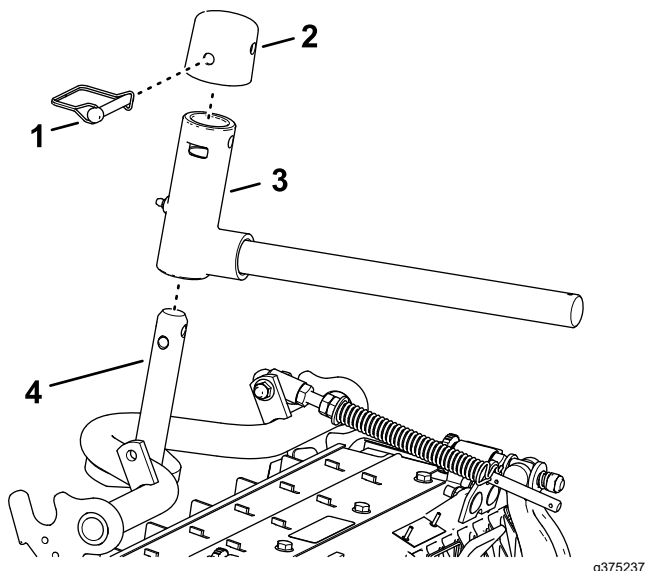

Рисунок 18
2. Установите поворотную втулку на вал несущей рамы (Рисунок 18).